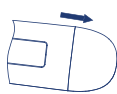

Figura 3
- Retire la cubierta de la batería como se muestra en la Figura 3.